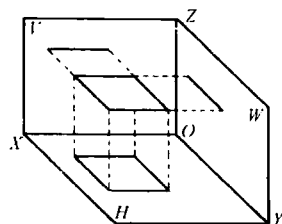

图 1-4 面的投影
(3) 一个几何形的面，在空间各个投影面上的正投影，是由面和线来反映的。图 1-4 是一个平行于底下投影面的平行四边形平面在三个投影面上的投影。